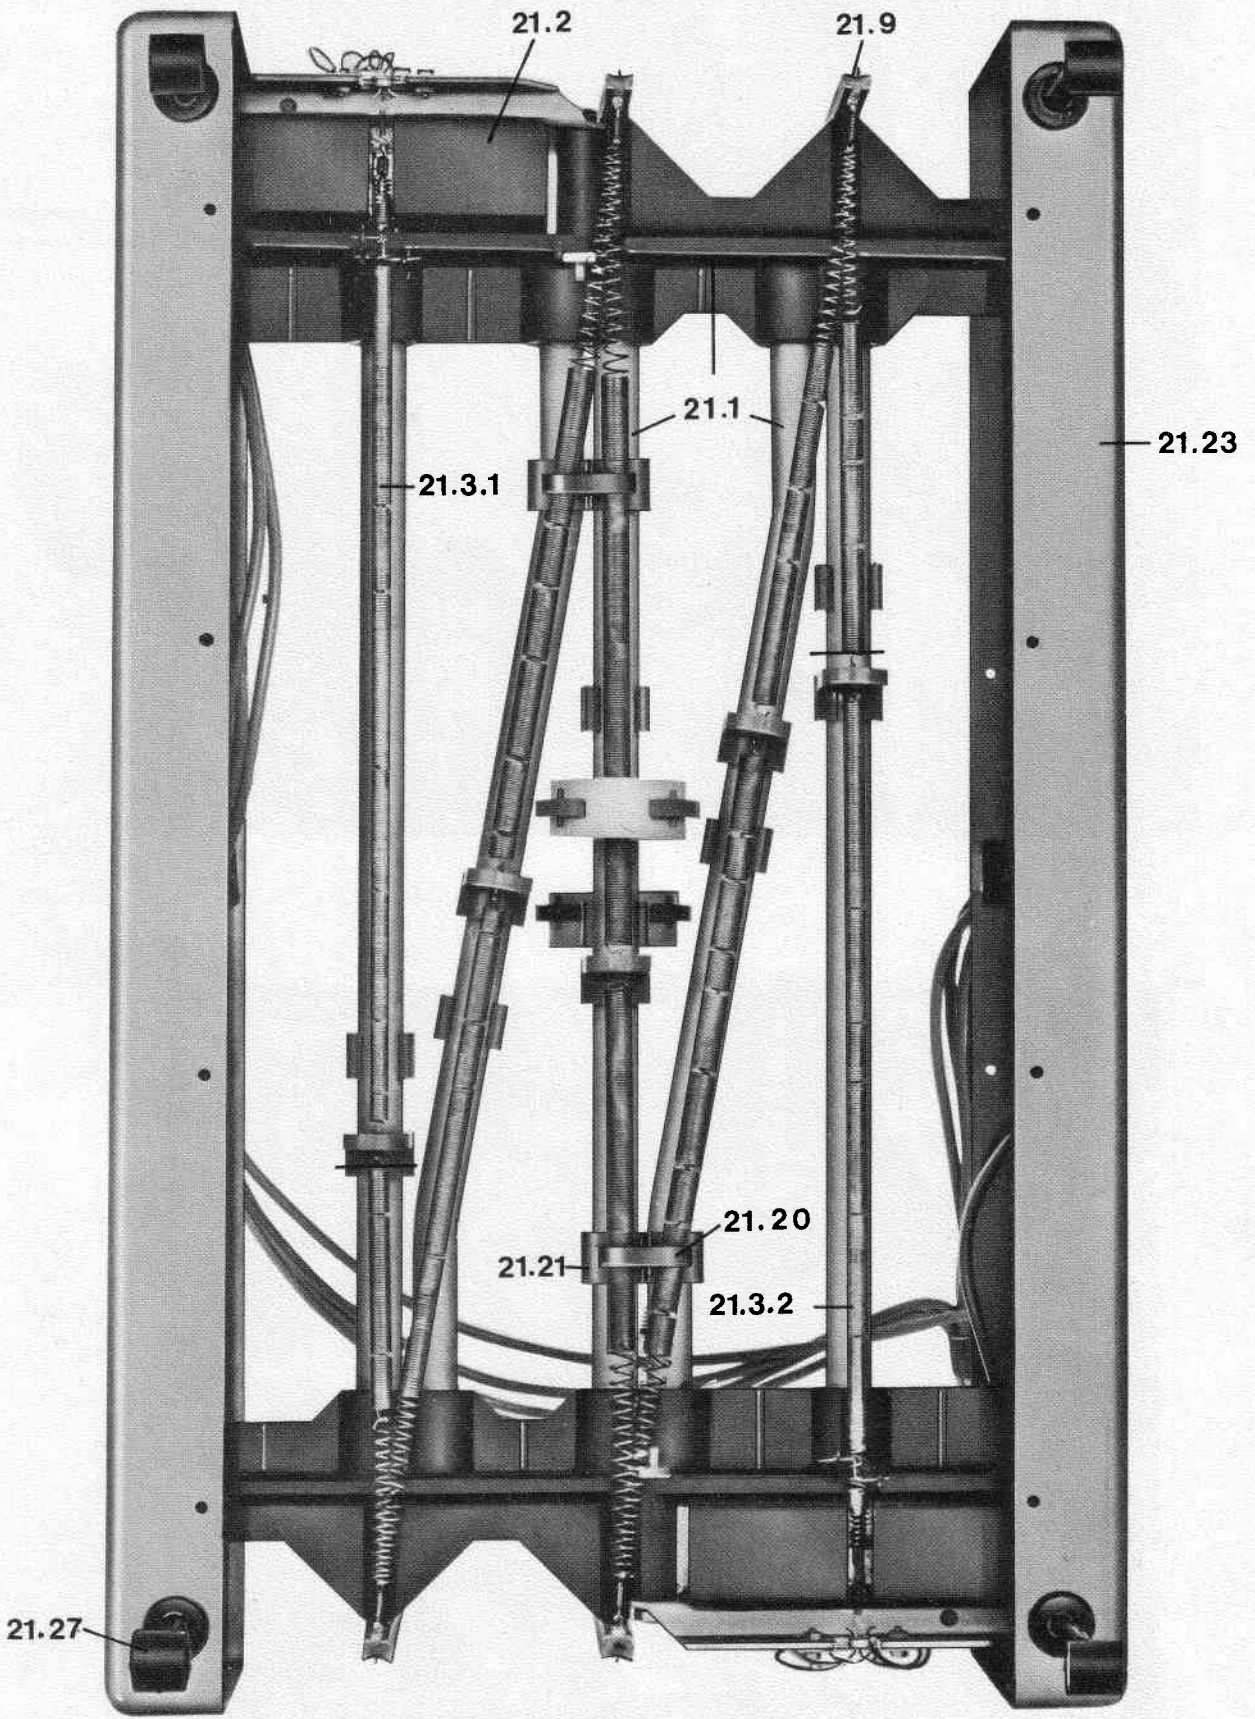

Abb. 6
- 8.1.2 daß sich die ineinanderlaufenden Federn bei den Umlenkungen nicht berühren (siehe Abb. 6).
- 8.1.2 the individual springs should not touch each other at the deviation points (see fig. 6).
8.2.5 Federende abzwicken (siehe Trennungsstrich Abb. 6)
advice in fig. 6)